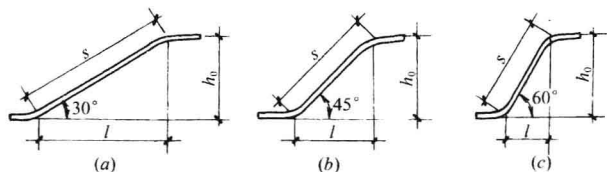

图2 弯起钢筋斜长计算简图
3) 弯起钢筋的斜段长度 在构件中, 钢筋弯折的角度一般是 30°、45°、60°三种。这三种角度的直角三角形边长, 有其固定关系, 如图2。因此根据上述边长关系, 可列出弯起钢筋斜长系数表, 如表2。